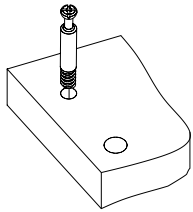

Рис.2
2. С помощью отвёртки вкрутить шпильки минификс в соответствующие плоскостные отверстия деталей 1, 2, 9, 11 и 13, 14 (Рис.2).